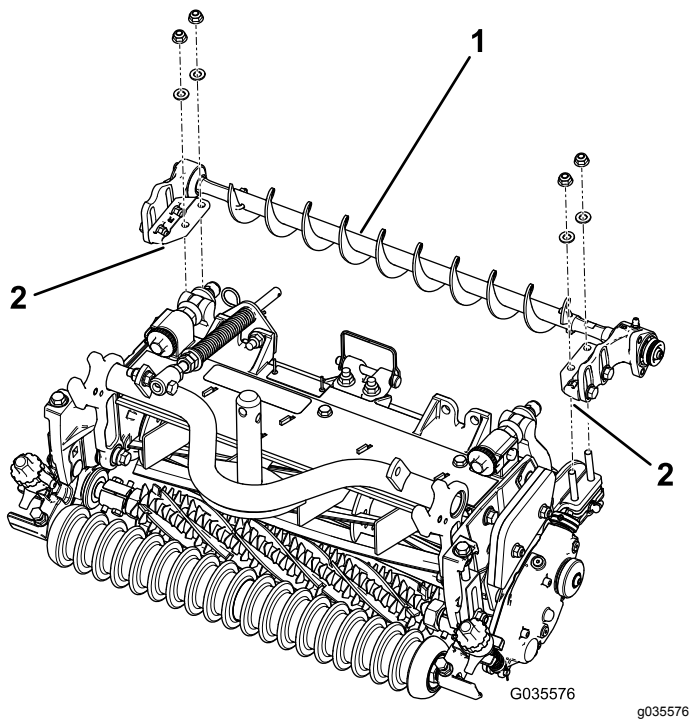

图5
2. 将左侧或右侧的滚筒刷组件安装支架固定到滚筒支架螺栓上图5。